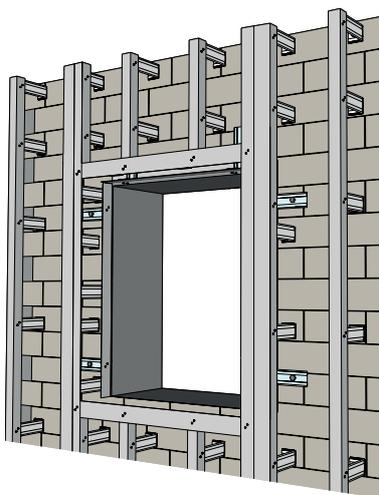
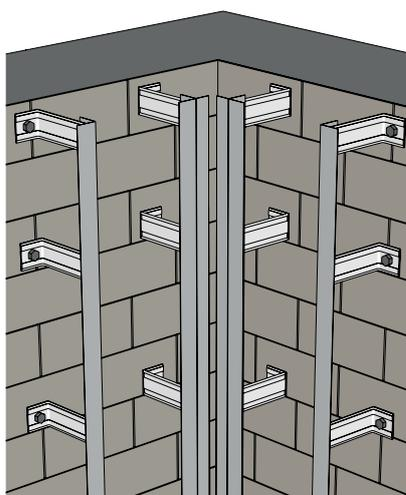
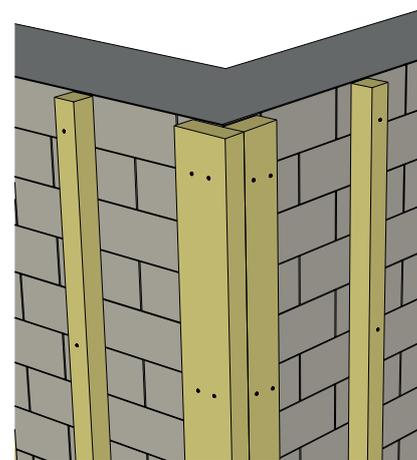

Рисунок 17. Оконный проем
Рисунок 18. Внутренний угол металлической обрешетки НФС GL
Рисунок 19. Наружный угол деревянной обрешетки
9.8 Для металлической и деревянной обрешетки, вокруг оконных, дверных и прочих проемов (рис. 17), во внутренних углах (рис. 18) обрешетка устанавливается сплошной и широкой (100-150 мм). Под соединительную Н-планку, на наружных углах (рис. 19), сплошной и широкой устанавливается только на деревянной обрешетке.